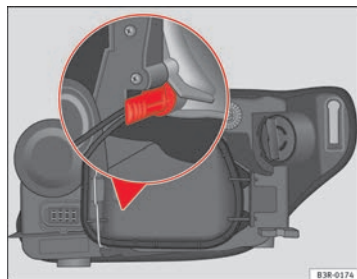

Fig. 215 Luz de posición. Empuñadura del portalámparas en posición vertical
- Introduzca la lámpara en el zócalo, de forma que la empuñadura del portalámparas quede con la pared en posición vertical ⇒ fig. 215 y presione sobre él.